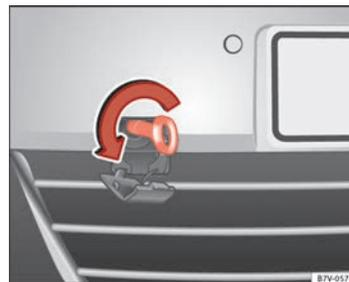

Fig. 220 En la parte derecha del paragolpes delantero: Enroscar la argolla de remolque.
El alojamiento para la argolla de remolque enroscable se encuentra en la parte derecha del paragolpes delantero ⇒ fig. 220.
- Enrosque la argolla de remolque en su alojamiento **en sentido contrario a las agujas del reloj** tanto como sea posible ⇒ fig. 220 ⇒ . Utilice un objeto adecuado para enroscar firmemente la argolla de remolque en su alojamiento.